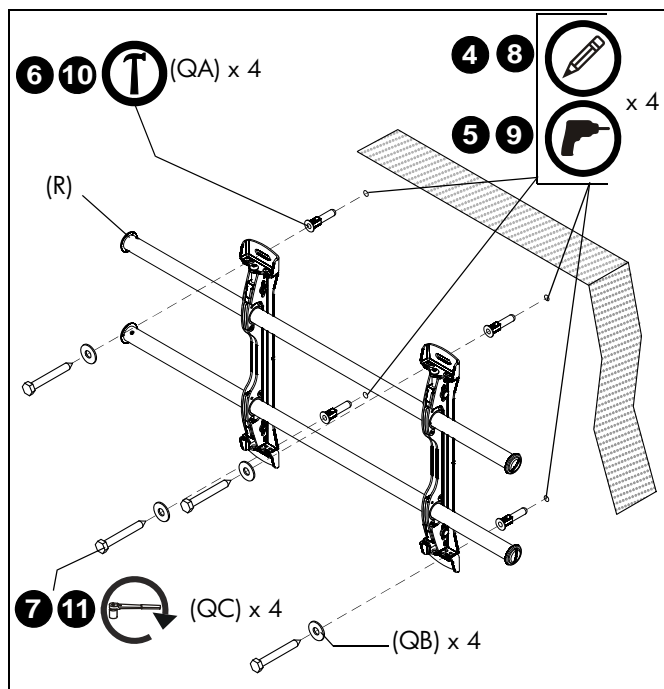

рис. 3
2. Совместите прорези на креплении (R) с отметкой середины экрана, чтобы определить середину по вертикали. (См. рис. 3)
3. Отмерьте 190,5 мм (7-1/2") вверх от средней линии и отметьте место верхнего монтажного отверстия. (См. рис. 3)
4. При помощи уровня сделайте на стене отметки в местах размещения верхних монтажных отверстий. (См. рис. 3)
6. Забейте молотком дюбели (QA) в каждое направляющее отверстие, дюбель должен быть заподлицо со стеной.
7. С помощью двух болтов 5/16 x 2-1/2" (QC) и двух плоских шайб 5/16" (QB) прикрепите верхнюю часть крепления (R) к дюбелям в стене.
8. Отметьте точки размещения нижних монтажных отверстий. (См. рис. 3)
9. Просверлите в отмеченных местах по одному направляющему отверстию. (См. рис. 3)
10. Забейте молотком дюбели (QA) в каждое направляющее отверстие.
11. С помощью двух болтов 5/16 x 2-1/2" (QC) и двух плоских шайб 5/16" (QB) прикрепите крепление через нижние монтажные отверстия. (См. рис. 3)